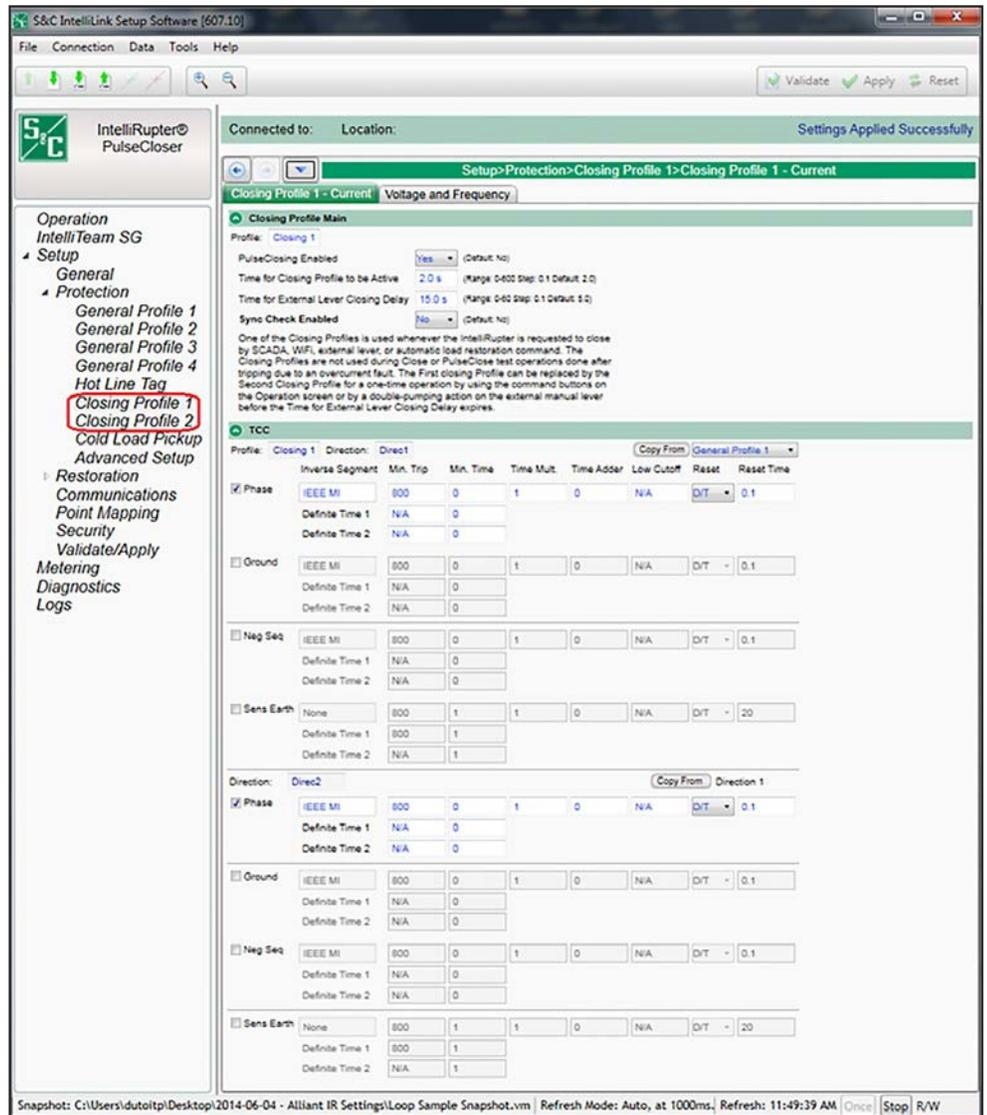

Figura 77. Tela Configurações>Proteção>Perfil de Fechamento 1>Perfil de Fechamento 1 - Corrente.
PASSO 12. Configure os modos de **Perfil de Fechamento**. Ver Figura 77 na página 147.